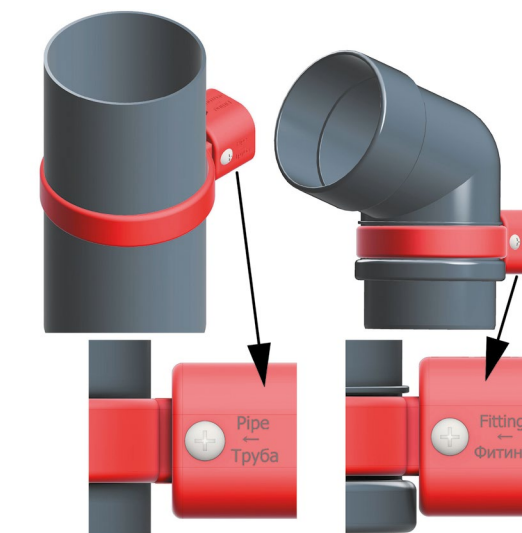
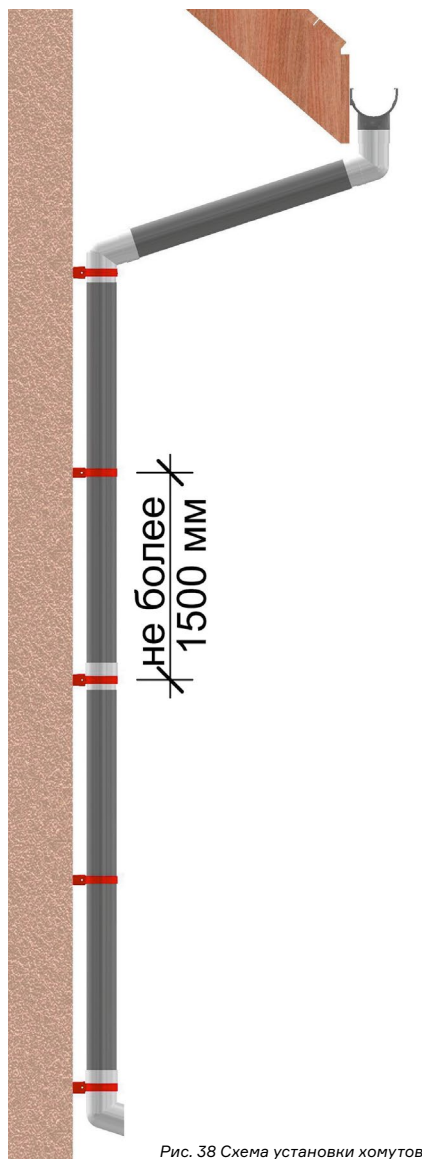

Рис. 37 Положения хомута
Рис. 38 Схема установки хомутов
«ФИТИНГ» хомут жёстко фиксирует элементы водосточной системы (Рис. 37). В зависимости от фиксируемого элемента водостока, на этапе монтажа, опоры хомута необходимо установить так чтобы надпись «ФИТИНГ» или «ТРУБА» располагалась на боковой стороне основания хомута:
■ Монтаж труб – опора хомута находится в положении «ТРУБА» (Рис. 37).
■ Монтаж фитингов (колено 45° или 72°, муфта соединительная, наконечник, тройник, коллектор, LUX/PREMIUM переходник) – опора хомута находится в положении «ФИТИНГ» (Рис. 37).
Максимальный шаг установки хомутов универсальных не должен превышать 1500 мм (Рис. 38).
Обязательна фиксация всех фитингов (колена 45° и 72°, муфта соединительная, наконечник, тройник, коллектор) и труб к фасаду здания (Рис. 38).
Для установки труб при помощи режущего инструмента, необходимо подготовить элемент трубы, который будет соединять верхнее колено с наконечником, а при большей высоте здания - муфтой соединительной. Для этого следует, используя рулетку, измерить расстояние от stop-трубы в раструбе наконечника или муфты соединительной до монтажных ограничителей верхнего колена и с учетом положений 13 раздела подготовить трубу нужного размера (Рис. 38).
Установите трубу, соединяющую фитинги между собой с учетом зазора, компенсирующего температурные расширения. При монтаже следует учитывать, что трубы также должны быть зафиксированы на фасаде здания при помощи хомутов универсальных. Максимальный шаг установки хомутов на фасаде составляет 1500 мм (Рис. 38), при этом основание хомута устанавливается в положение «труба» (Рис. 37).